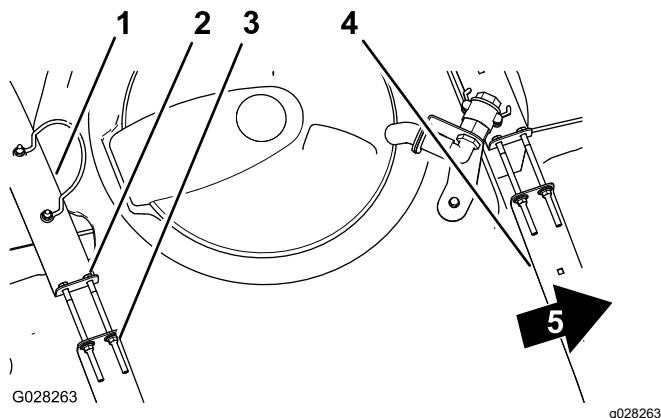

Figura 69
2. Verificai dacă există vreo micare între benzile de fixare a rezervorului i rezervor (Figura 69).
3. Dacă benzile de fixare a rezervorului se potrivesc liber pe rezervor, strângeți contrapiuliile cu guler i uruburile de la partea superioară a benzilor de fixare până când acestea sunt la același nivel cu suprafaa rezervorului (Figura 69).